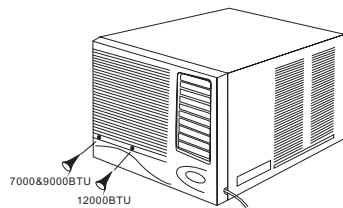

Abb. 10
1. Die beiden Schrauben heraus-schrauben, die das Front-Paneel fixieren (siehe Abb.10).
2. Die beiden Schrauben festschrauben, die das Front-Paneel halten (siehe Abb. 10).